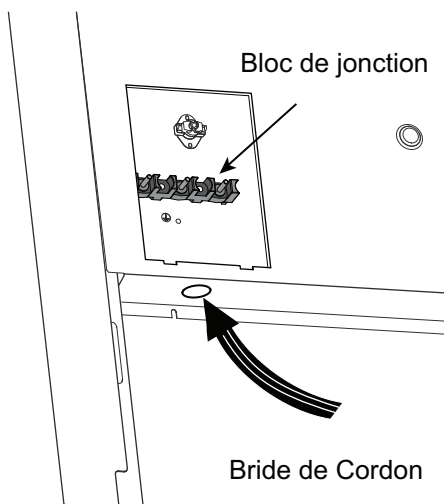

Figure 10 : Emplacement de la bride de cordon
Localisez le bloc de jonction à l'arrière de l'appareil et enlevez le couvercle (consultez la *Figure 10*). Le conduit doit être fixé à la boîte de connexion à l'aide d'un connecteur de conduit approuvé. L'extrémité libre du conduit de câbles doit être branchée à un bloc de jonction installé dans la zone d'alimentation électrique, comme illustré sur la *Figure 4* à la page 8.
Installez une bride de cordon (non fourni) dans le trou de 1 po (25,4 mm) de diamètre situé sous le bloc de jonction (voir *Figure 10*). Le câblage de l'appareil doit être acheminé au bloc de jonction par le conduit et à travers la bride de cordon. Les extrémités des fils doivent être munies de cosses en boucle de $\frac{1}{4}$ po, préférablement soudées sur place. Faites les connexions au bloc de jonction fourni.
1. Repérez le bloc de jonction à l'arrière de l'appareil et enlevez le couvercle (voir la *Figure 10*).
3. Installez une bride de cordon (non fournie avec la cuisinière) dans le trou de 1 po (25,4 mm) de diamètre situé sous le bloc de jonction, dans le panneau arrière (voir *Figure 10*). Faites passer les fils par la bride de cordon.